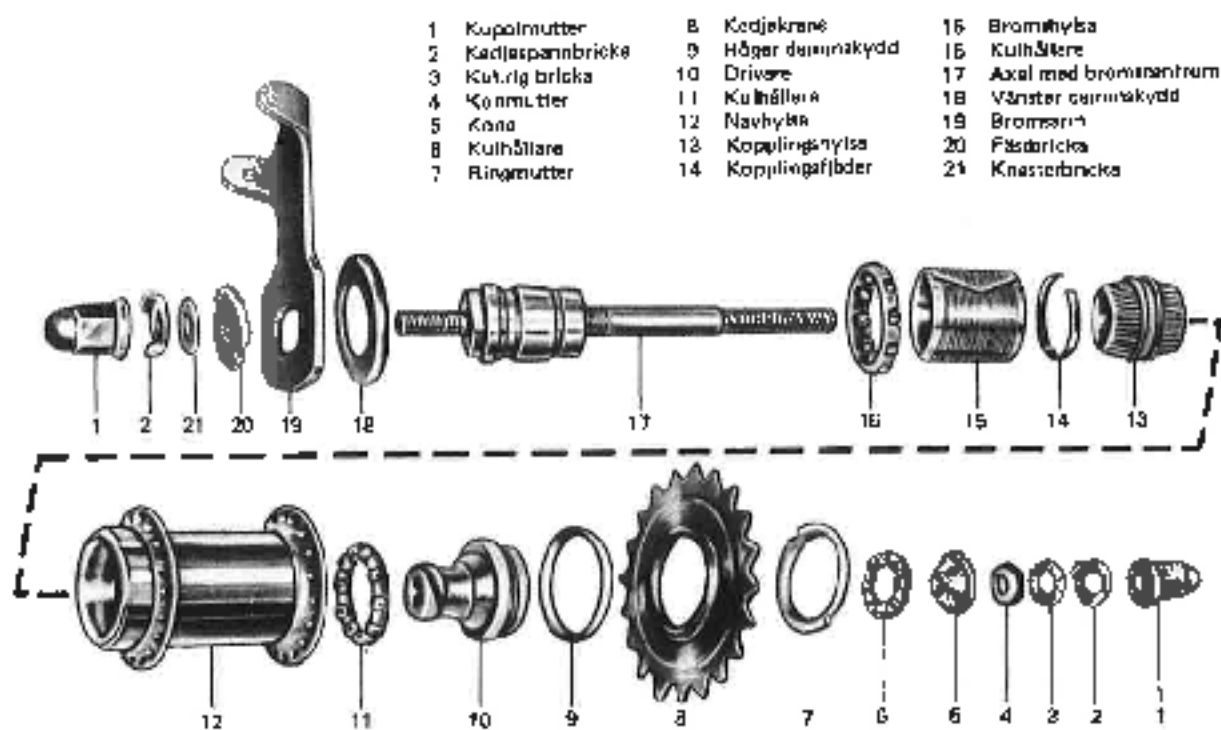

Bild 1. Backus Nervo C
Novo C	bild 1
Isättning bakaxel Novo C (Bild 1)
(Bild 1)
8. Sätt dit brickan och kopplarmutter i den ordning som anges på bild 1.